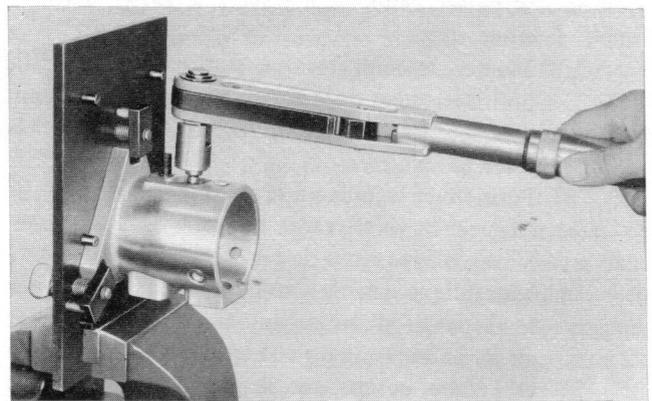

Fig. 48 Serrage de la vis d'avance de came
7. Si la pompe n'est pas équipée d'un dispositif d'avance automatique, fixer la came annulaire en montant la vis de came et en la serrant au couple spécifié. Si la pompe est équipée d'un dispositif d'avance, visser la vis d'avance de came dans la came annulaire et serrer celle-ci au couple spécifié en utilisant l'adaptateur 7144/14 (Fig. 48).